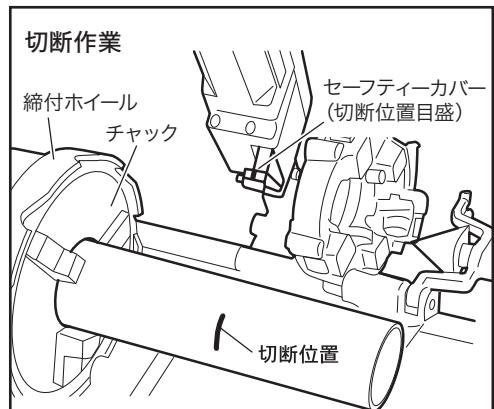

図 23-1
- ①切断するパイプは必ずしっかりとチャッキングしてください。
- ②セーフティーカバーの切断位置目盛を切断位置に合わせ、パイプマシンのスイッチを ON してください。(図 23-1)